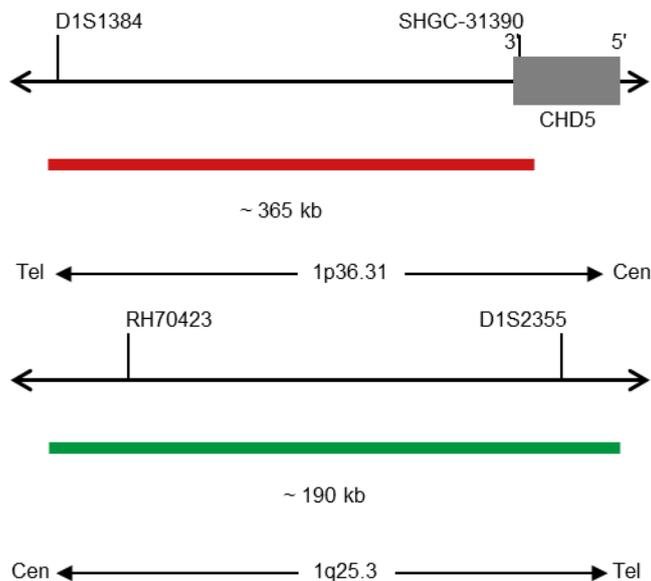

Fig. 1: Em cima: Mapa de sondas SPEC 1p36, em baixo: Mapa de sondas SPEC 1q25 (não à escala)
- Polinucleótidos marcados com digoxigenina (~1,7 ng/μl), que têm como alvo sequências mapeadas em 1q25.3* (chr1:184,562,510-184,752,938) (ver Fig. 1).
- Polinucleótidos marcados com dinitrofenilo (~1,7 ng/μl), que visam sequências mapeadas em 1p36.31* (chr1:5,808,946-6,176,336) (ver Fig. 1).